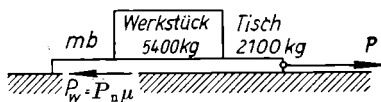

Bild 2
5. Der Tisch einer Hobelmaschine hat 2100 kp Eigengewicht und trägt ein 5400 kp schweres aufgespanntes Werkstück (Bild 2).